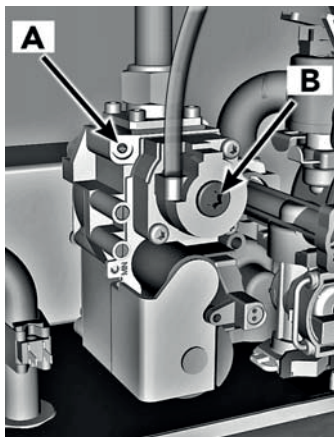

Fig.35 - Plynová armatúra
3. Upravte prietok plynu pomocou skrutky A (fig. 35 - skrutka A) tak aby hodnota CO₂ zodpovedala hodnotám uvedeným v tabuľke 4.
5. Upravte nastavenie offsetu pomocou skrutky B (fig. 35 - skrutka B) tak aby hodnota CO₂ zodpovedala hodnotám uvedeným v tabuľke 5.